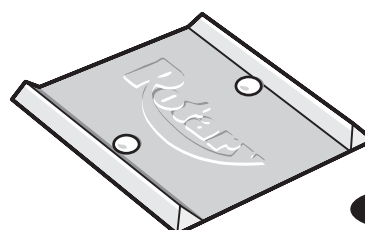

Fig. 27
25. Plat de positionnement des roues : Positionnez la plaque de positionnement des roues comme illustré à la Fig. 1a. Percez 2 trous de 3/8" d'une profondeur de 2-1/2" dans le sol en béton en vous servant des trous de la plaque de positionnement des roues comme guide. Enfoncez les deux ancrages, fournis, dans le béton pour fixer la plaque, Fig. 27.